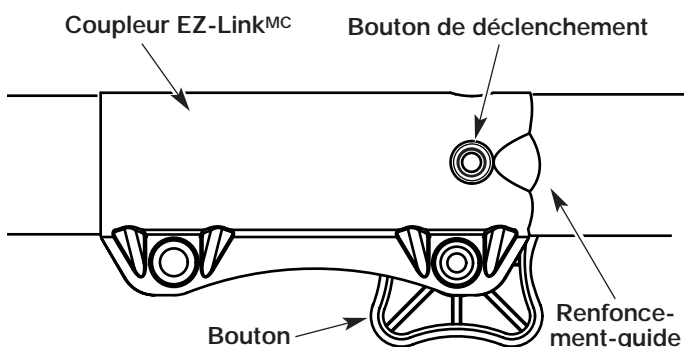

Fig. 19
1. Dévissez le bouton vers la gauche (Fig. 19).
2. Appuyez sur le bouton de déclenchement et maintenez-le enfoncé (Fig. 19).
NOTE : aligner le bouton de déclenchement avec le renforcement-guide facilitera l'installation (Fig. 19).